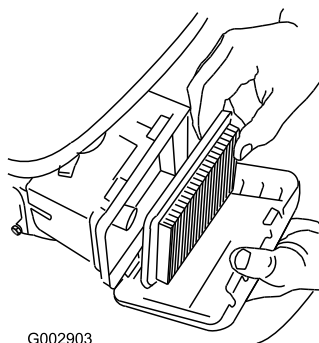

**Figure 42**
1. Appuyez sur les languettes de verrouillage en haut du couvercle du filtre à air (Figure 42).